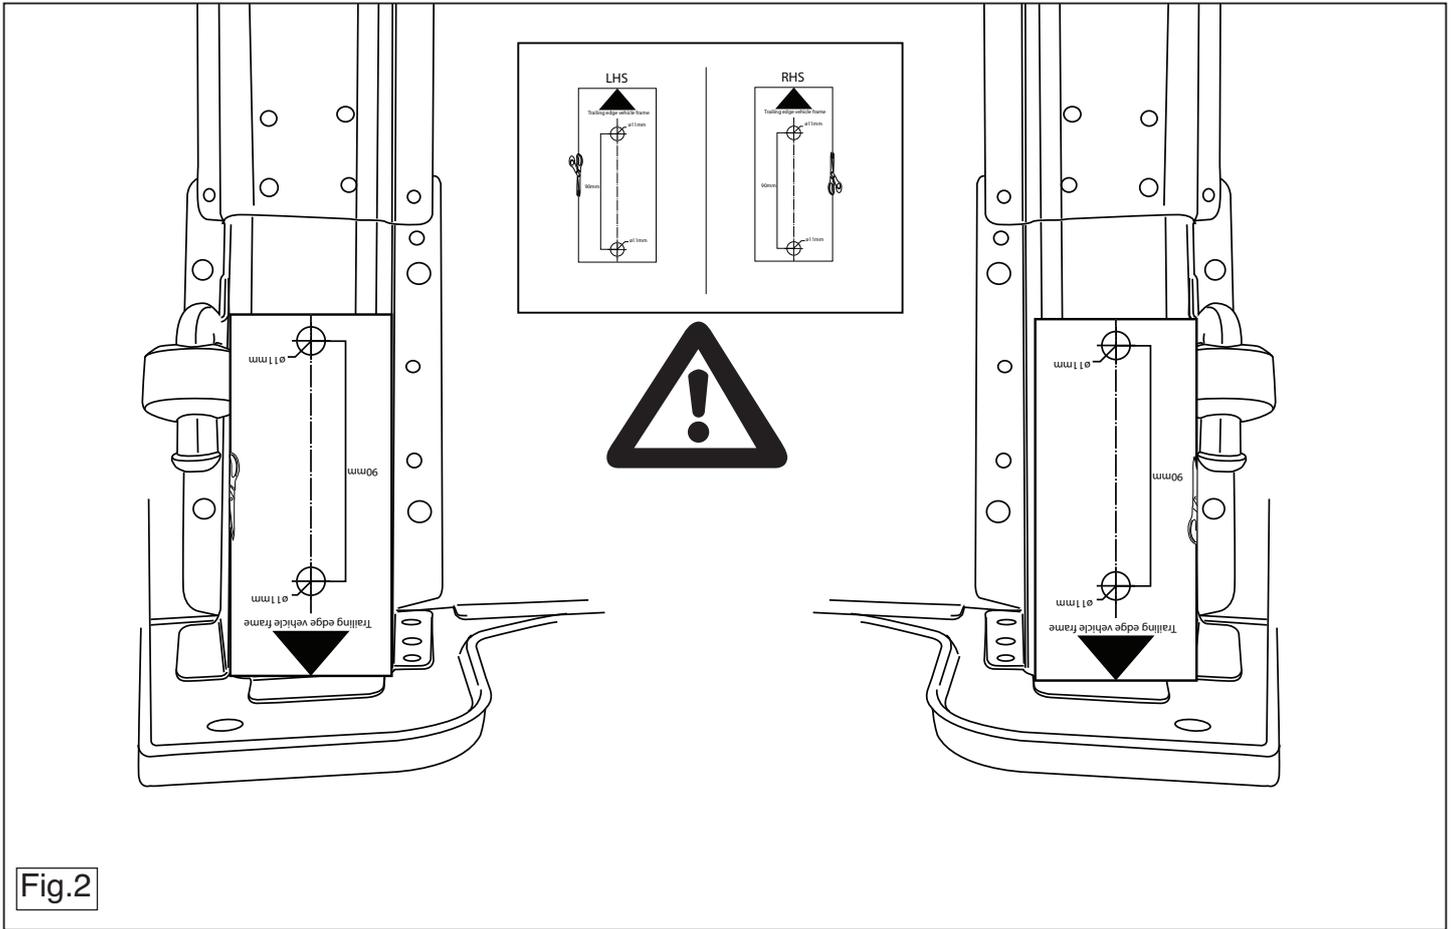

Fig.2
4. Просверлить отверстия на нижней стороне шасси диаметром 11 мм. См. рисунок 2.